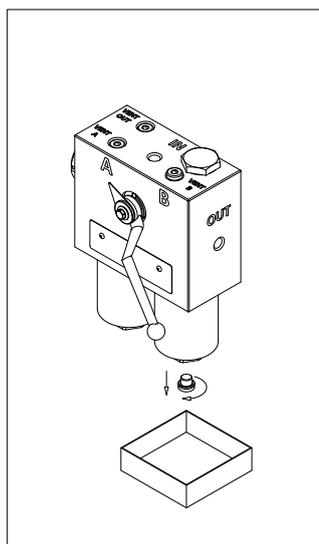

fig. 20
- (Fig. 20) Svitare il tappo di drenaggio predisponendo un recipiente per la raccolta del fluido di lavoro